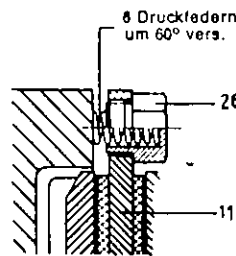

Abb. 3
Zur Vermeidung der Leerlaufwärme in hohen Drehzahlbereichen werden bei der Ausführung mit Zwölfpunktbefestigung an der Lamelle 6 Druckfedern angeordnet, die in Federtöpfen (26) geführt sind und die Lamelle gegen Anschläge (27) drücken (Abb. 3 und 4). Zur Erreichung einer exakten Leerlaufstellung ist auf eine gleichmäßige Lüftung der Lamelle zu achten. Die im Katalog angegebenen Anschlußmaße O, P und S sind möglichst eng zu tolerieren.